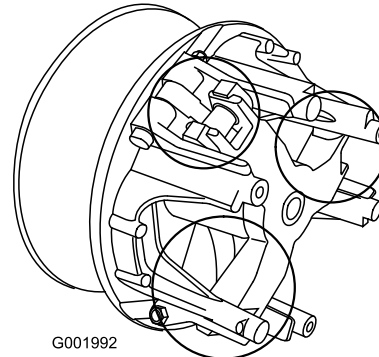

Figura 55
5. Lubrificate le parti in movimento nelle zone contrassegnate da un cerchio nella Figura 55 utilizzando l'aerosol lubrificante a secco Toro, reperibile dal rivenditore o distributore Toro autorizzato di zona.